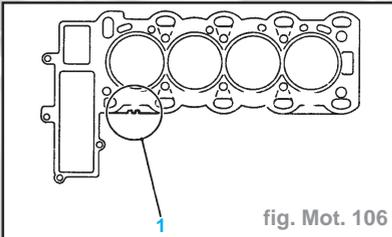

fig. Mot. 106
- Déduire du désaffleurement de piston le plus élevé le joint de culasse approprié avec repérage des encoches (1) (fig. Mot. 106).